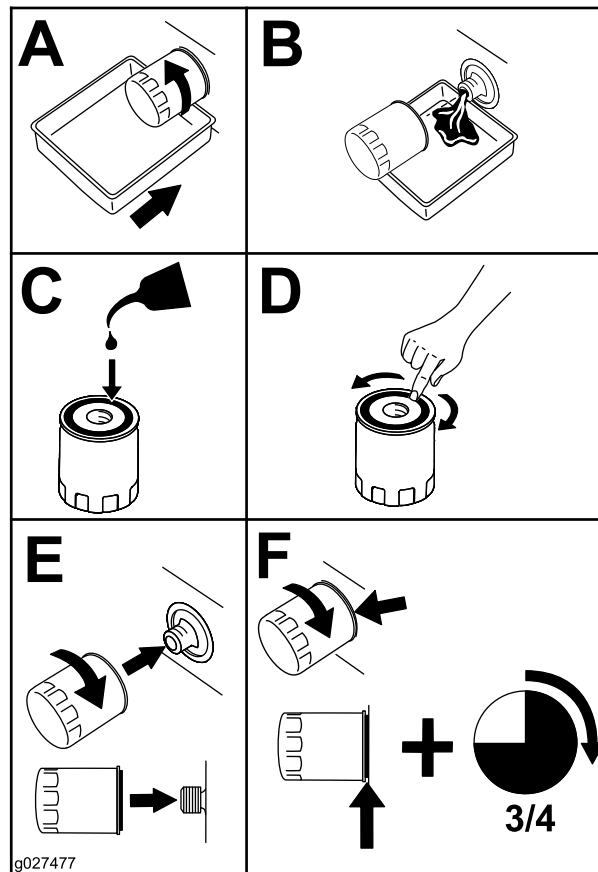

Figura 45
2. Cambiate il filtro dell'olio del motore (Figura 45).